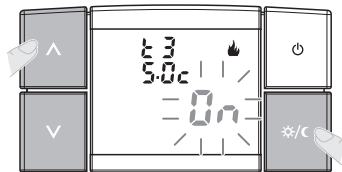

fig. 32
- Pour modifier l'état de la fonction (exemple sur la fig. 32) :